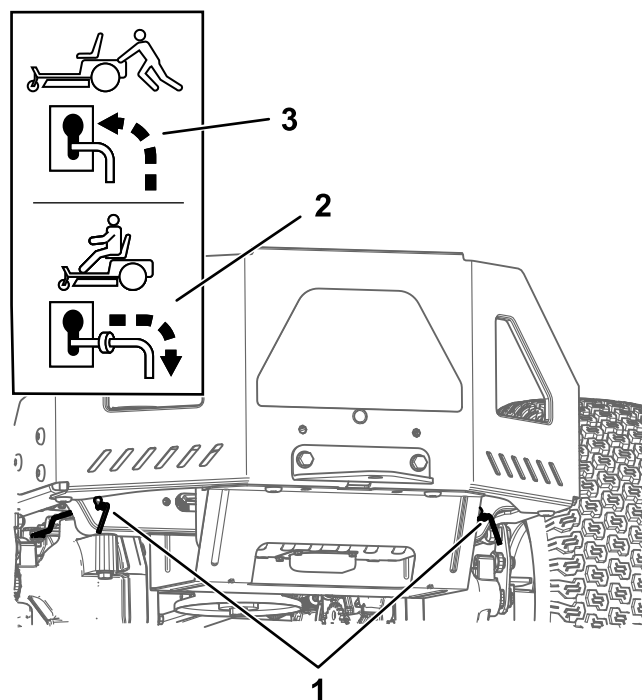

Figure 25
4. Déplacez les leviers de dérivation en avant dans la fente, puis vers le bas pour les verrouiller en position (Figure 25).
Déplacez les leviers de dérivation en arrière dans l'encoche en trou de serrure, puis vers le bas pour les verrouiller en position, comme montré à la Figure 25.